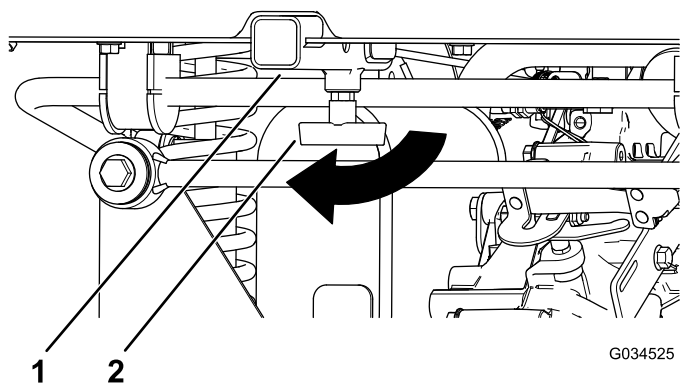

Figure 18
1. Desserrez la poignée en « T » en la tournant dans le sens horaire (Figure 18).
2. Insérez l'accessoire dans le récepteur jusqu'à ce que les trous soient alignés (Figure 18).